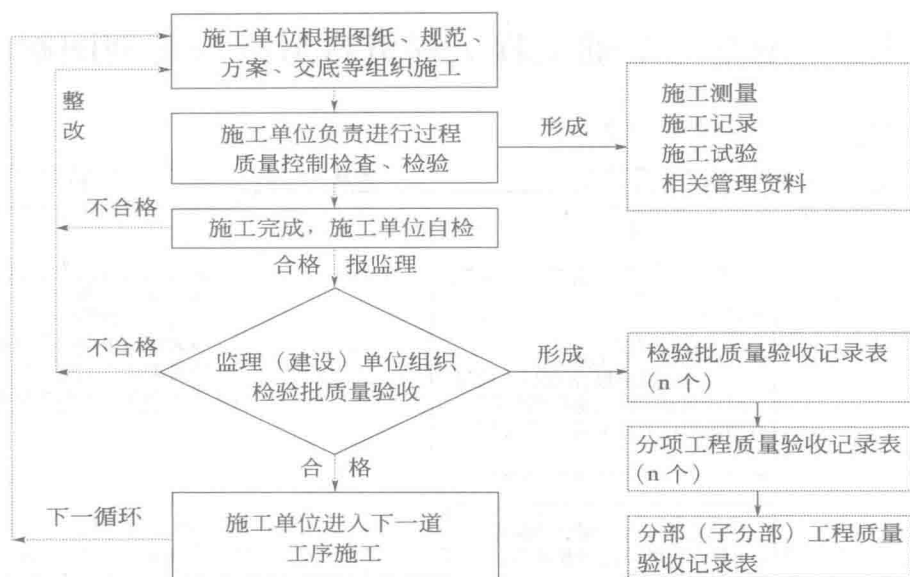

图 1-5 施工测量、施工记录、施工试验、过程验收及管理资料的形成流程
3. 施工测量、施工记录、施工试验、过程验收及管理资料的形成(图 1-5)。